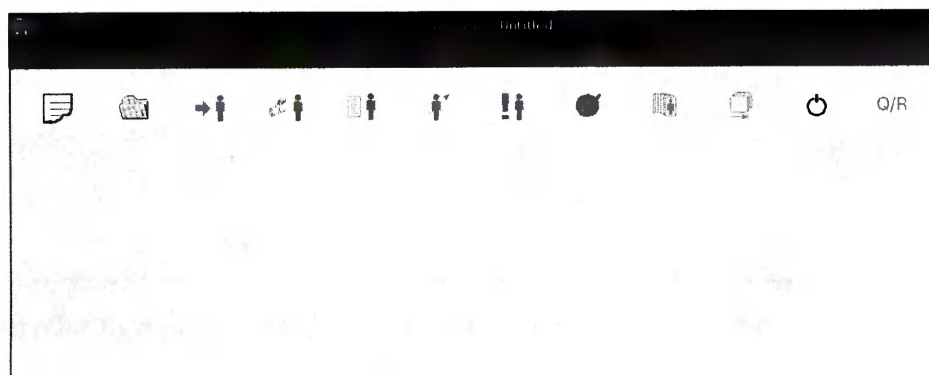

Рисунок 177
- выберите иконку Новый архив –  – (см. рисунок 177).